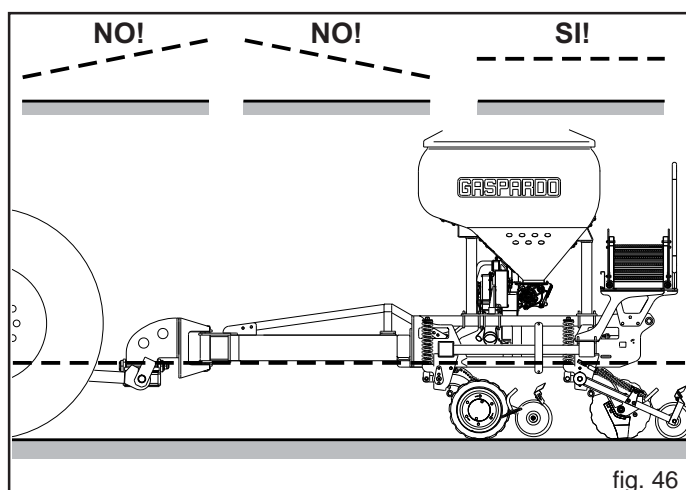

fig. 46
- 5) Controlar que la máquina trabaje con el bastidor horizontal (Fig. 46); sólo en esta posición la carga de la máquina se reparte de igual manera sobre las dos series de sembradoras.